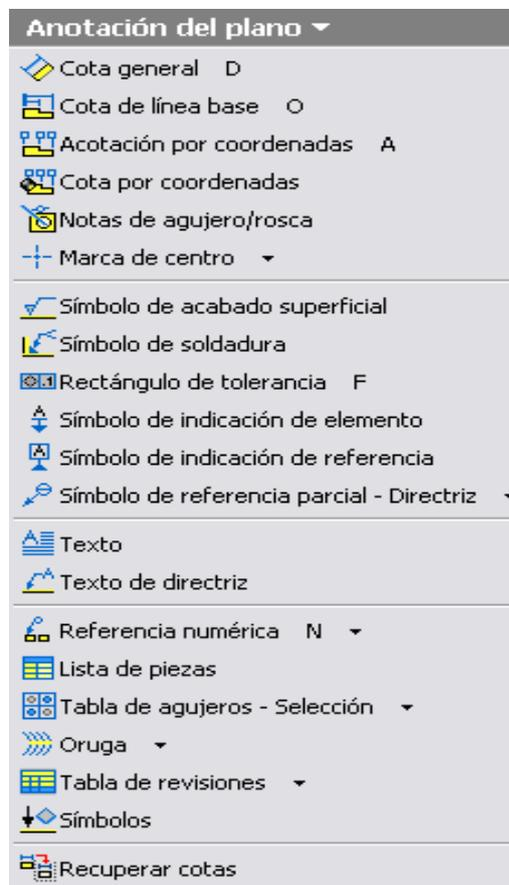

Figura 52. Barra para acotamiento.
- **Anotación del plano:** esta herramienta permite al usuario introducir, cotas, símbolos de acabado, símbolos de soldadura, tolerancia, etc. El menú desplegado y las opciones de la herramienta se muestran en la figura 52.